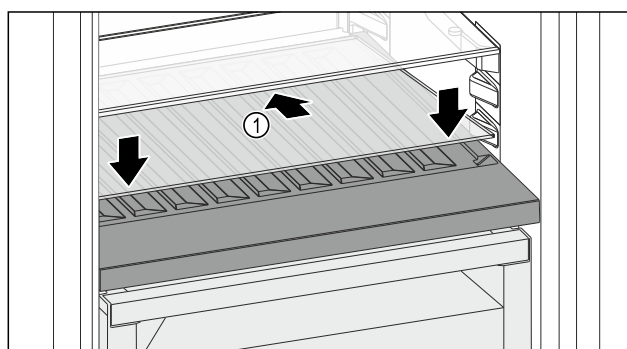

Fig. 187
- Glasplatte Fig. 187 (1) schräg und nach hinten unten geneigt ansetzen.
- Glasplatte Fig. 187 (1) vorne absenken.